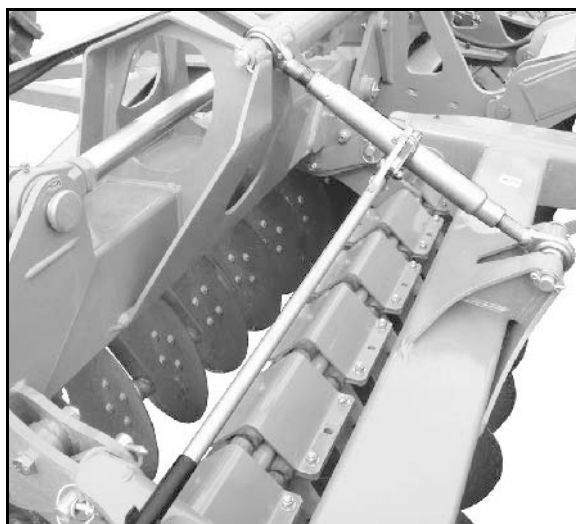

Fig. 34
- La profundidad de trabajo ajustada mediante la escala colocada en el bastidor lateral (Fig. 34/1).